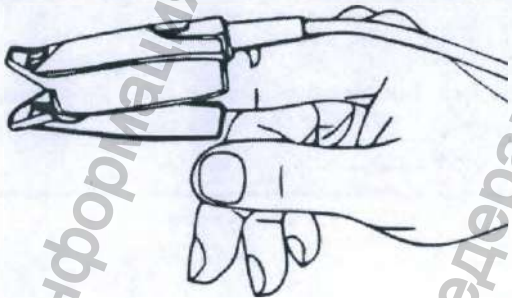

Рис. 10.2.2 Демонстрация датчика SpO2
3. Вставьте один палец (предпочтительно указательный, ноготь не должен быть слишком длинным) в зажим датчика в соответствии с отметкой для пальца, как показано на Рис. 10.2.2.